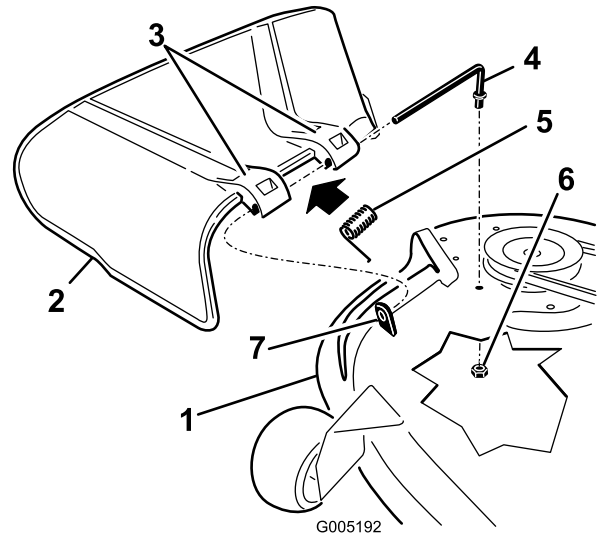

Figura 58
- Localice los elementos mostrados en la Figura 58.
- Retire la tuerca (3/8 pulgada) de la varilla debajo del cortacésped (Figura 58).
- Retire la varilla del espaciador corto, del muelle y del deflector de hierba (Figura 58).
- Vuelva a colocar el deflector de hierba (Figura 58).
- Coloque el muelle sobre la varilla, con los extremos de los alambres hacia abajo, y entre los soportes del deflector de hierba. Deslice la varilla por el segundo soporte del deflector de hierba (Figura 58).
- Sujete el extremo trasero de la varilla al cortacésped con una tuerca (3/8 pulgada), según se muestra en Figura 58.